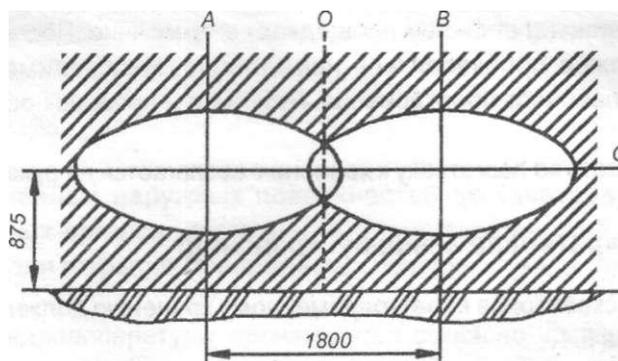

Рис. 6. Регулировка света фар
- начертите на экране осевую линию О (см. рис. 6) и на равном расстоянии (по 900 мм) от нее еще две вертикальные линии А и В. Расстояние между линиями А и В (1800 мм) соответствует межосевому расстоянию центров фар.
При этом давление в полости А редуктора (см. ЭО-3223 00.00.000 ТО, рис. 6) равно атмосферному и тормоз включен. Запустите двигатель и плавным включением рычагов привода хода проверьте надежность работы тормозов (экскаватор не должен трогаться с места, а рабочая жидкость через переливные клапаны гидрораспределителей должна уходить на слив).